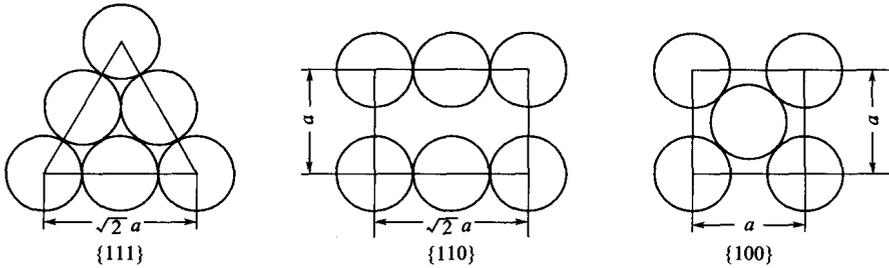

图 1-6
面心立方 (111)、(110)、(100) 面的原子排列如图 1-6 所示，各面面密度如下。